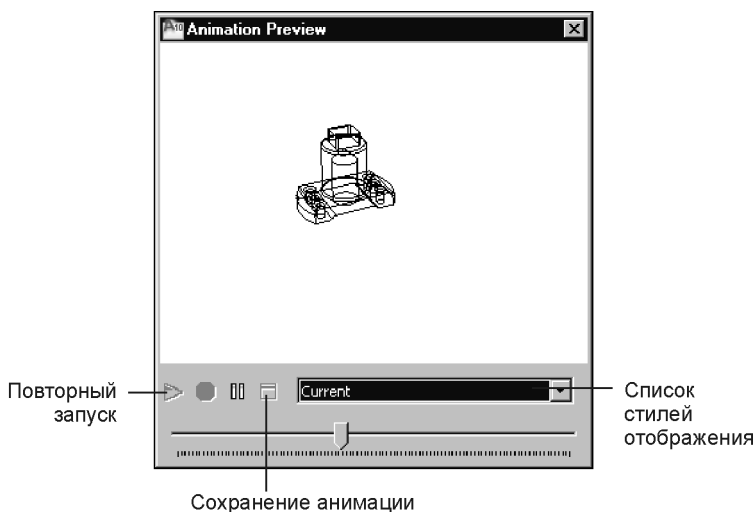

Рис. 8.10. Диалоговое окно для предварительного просмотра анимации
5. Щелкните кнопку  **Play** (Просмотр) для просмотра полученной анимации в диалоговом окне (рис. 8.10) **Animation Preview** (Предварительный просмотр анимации). Эту операцию можно повторять многократно до тех пор, пока активна любая из команд **3DWALK** (ЗДОБХОД) или **3DFLY** (ЗДОБЛЕТ), если щелкнуть теперь на кнопку  **Play** (Просмотр) в этом диалоговом окне.